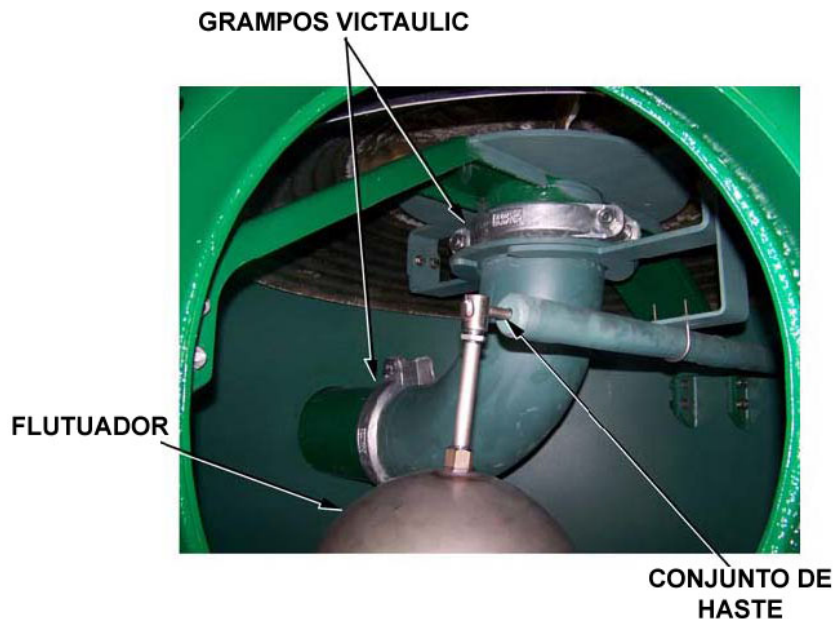

Figura 3-3 Flutuador e conjunto de haste
8. Desaparafuse e remova o flutuador do conjunto de haste (figura 3-3).